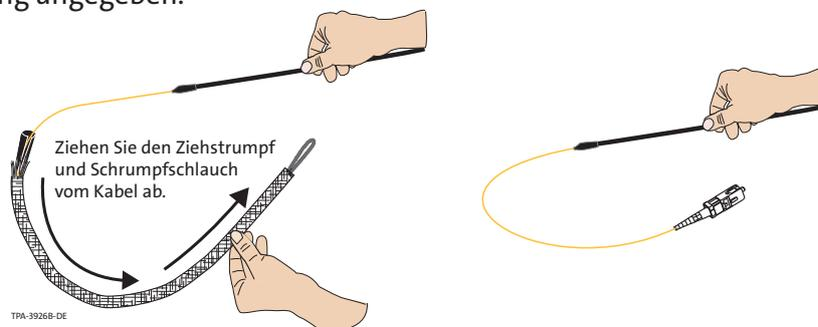

Abbildung 7
Schritt 4: Entfernen Sie den Ziehstrumpf und den Warmschrumpfschlauch gleichzeitig, um das innere Kabel mit dem SC APC-Steckverbinder freizulegen (Abbildung 7).